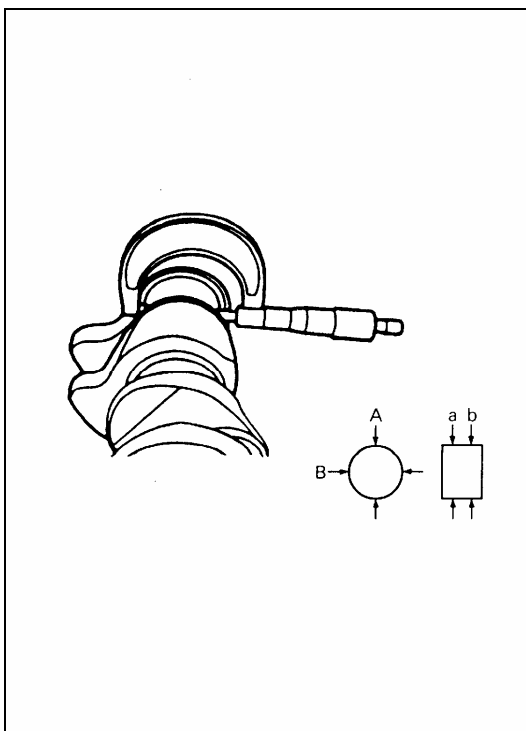

Рис. 4-114.
1). Как показано на Рис. 4-114, проверить палец кривошипа на предмет износа и наличия повреждений. Измерить отклонение формы пальца кривошипа от цилиндра и окружности с помощью микрометра. Если палец кривошипа поврежден, или величины отклонений выходя за пределы допустимых значений, заменить коленчатый вал.